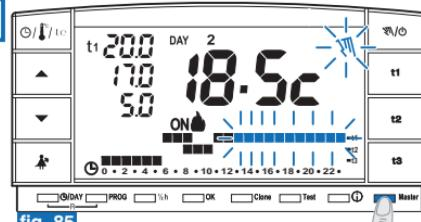

fig. 85
- Premere brevemente il tasto “Master”; sul display scompare la scritta Master: il cronotermostato rimane in funzionamento “manuale temporaneo” e le zone assegnate al master tornano sotto il controllo dei rispettivi trasmettitori (esempio in fig. 85).